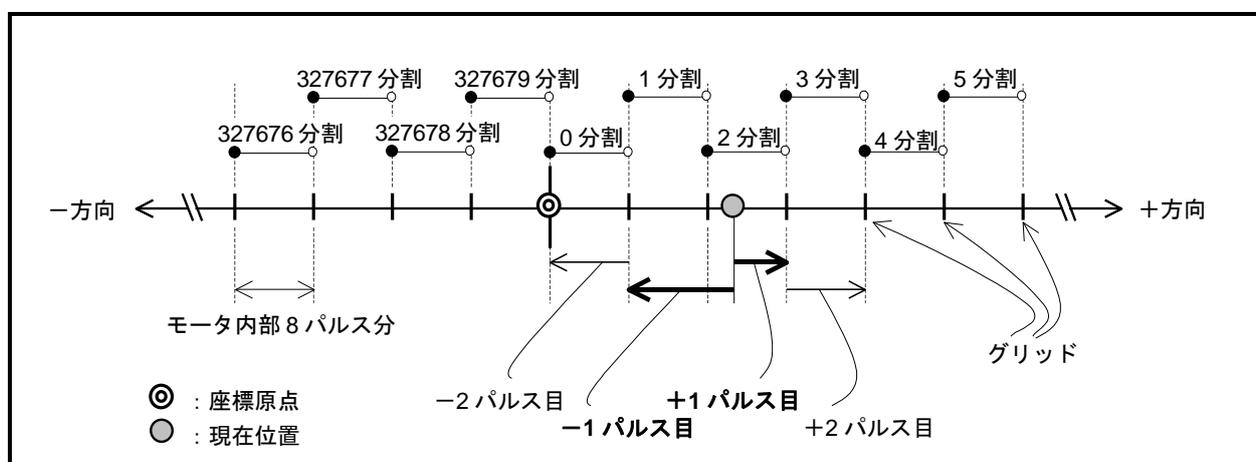

図6-17: パルス列入力1パルス目の動作
- 「図6-17: パルス列入力1パルス目の動作」は CR327 680 に設定した場合を示しています。パルス列入力1 [パルス] あたり, モータ内部指令では8 [パルス] の動作量となります。